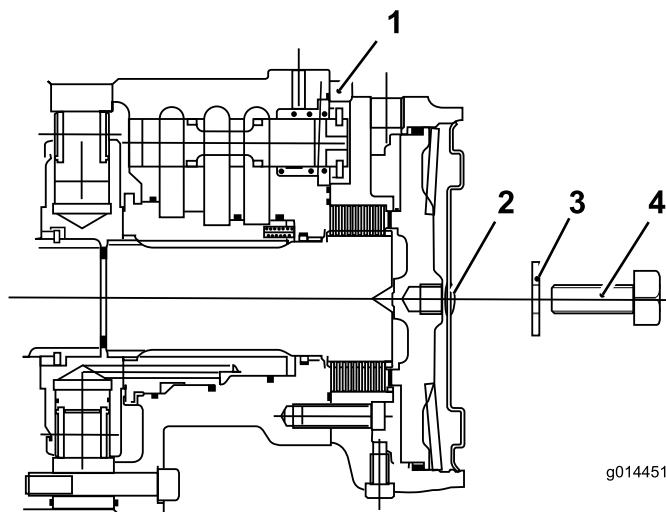

Figure 40
1. Retirez le boulon (12 x 40 mm) et la rondelle (12 mm) du trou au centre de la plaque d'extrémité du moteur (Figure 40).